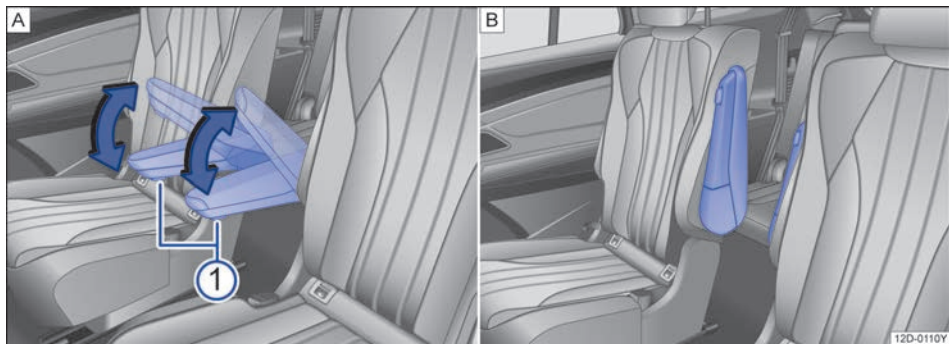

图 69 第二排座椅扶手调节
- 将物品从后座椅前后的脚部空间移除→ ①。
- 必要时将扶手调节到→ 图 69 ② 位置。
将扶手向上调节到想要的位置后，按压把手上的按钮→图 69 ① 即可锁止当前扶手高度。
按住按钮→图 69 ① 向下调节扶手至想要的高度后，松开按钮 ① 即可锁止当前扶手高度。 <